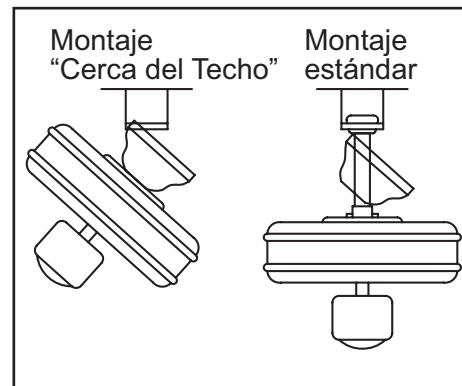

Figura 12
4. Con cuidado alza el ensamblado hasta la placa de montaje. Si usas el montaje cerca del techo, cuelga el ventilador del gancho suministrado usando uno de los orificios en el borde exterior de la cubierta de techo (Figura 12). Si usas el montaje estándar, asienta la bola de soporte en el casquillo de la placa de montaje. Asegúrate de que la pestaña sobre el casquillo de la placa de montaje encaje bien dentro de la ranura de la bola de soporte.
EL GANCHO COMO SE MUESTRA EN LA FIGURA 12 SOLAMENTE ES PARA SOSTENER EL VENTILADOR MIENTRAS SE CONECTAN LOS CABLES. SI NO SE CUELGA COMO SE MUESTRA EN LA FIGURA 12, PUEDE ROMPERSE EL GANCHO, Y EL VENTILADOR SE CAERÁ. EL GANCHO DEBE PASAR DE ADENTRO HACIA FUERA DE LA CUBIERTA.